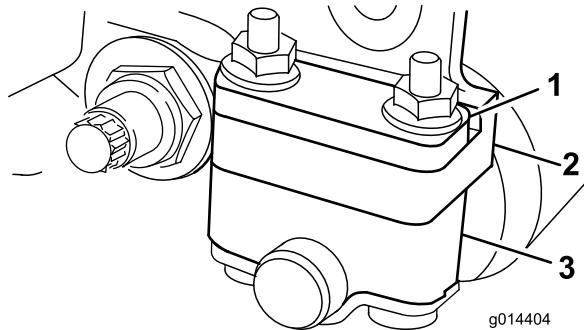
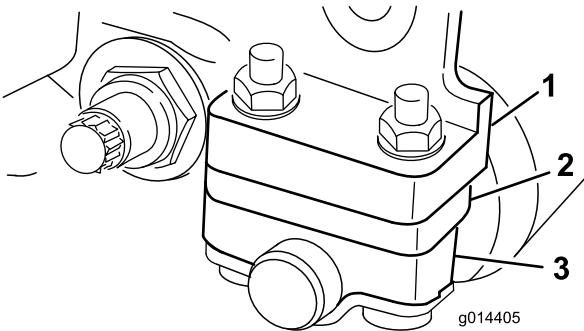

Figure 6
Figure 7
Selon la hauteur de coupe désirée, vous devrez placer les supports de rouleau arrière (Figure 6 ou Figure 7) en position haute ou basse :
- Placez l'entretoise au-dessus de la bride de fixation de la plaque latérale (réglage d'usine) lorsque les hauteurs de coupe sont comprises entre 1,6 et 6,4 mm (Figure 6).
- Placez l'entretoise en-dessous de la bride de fixation de la plaque latérale lorsque les hauteurs de coupe sont comprises entre 3 et 25 mm (Figure 7).
4. Placez les entretoises sur les vis au-dessus ou au-dessous des supports de rouleau, selon le cas (Figure 6 ou Figure 7).